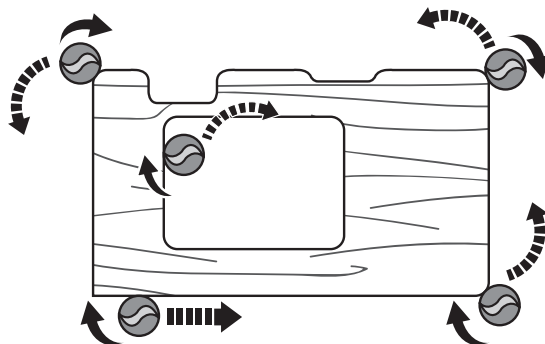

Fig. 21
- > Deplasați produsul în sens orar atunci când frezați în interiorul piesei (Fig. 21).